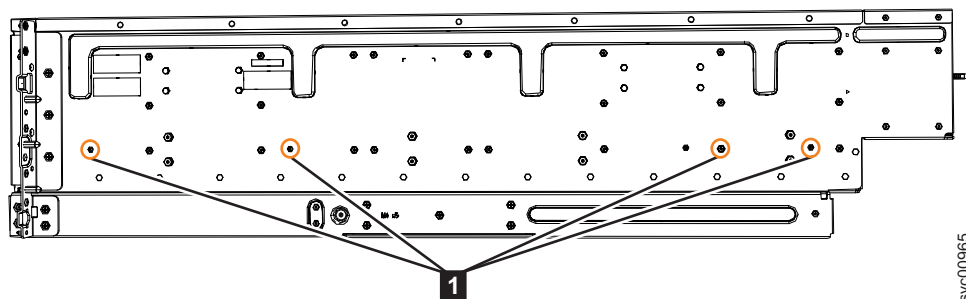

図 56. 内部レールをエンクロージャーに取り付けるねじの位置
4. 4 本の M4 ねじを使用して、内部レールをエンクロージャーの側面に取り付けます。図 56 はねじの位置を示しています。